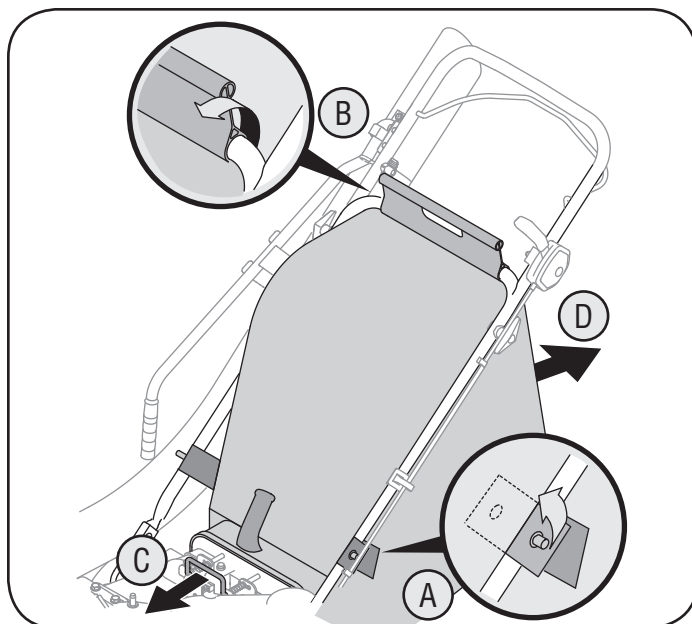

Figura 11
b. Suelte el broche de la bolsa a presión de la parte superior de la manija inferior. Vea la figura 11.